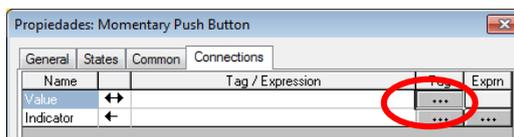

Figura 26: Pestaña de “Connections” para asignación de un tag
3. Para asignar un tag al botón creado dar clic donde se indica en la Figura 26.